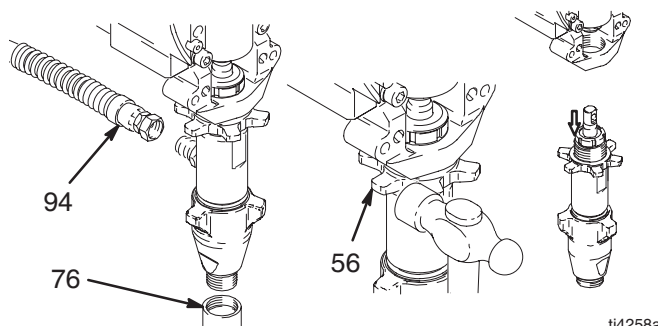

Рис. 9
5. Рис. 9. Снимите трубку всасывания (76), шланг (94), а также все шайбы и уплотнительные кольца.
6. Ослабьте контргайку насоса (56). Отверните насос.
5. Рис. 9. Установите шайбы, уплотнительные кольца, трубку всасывания (76) и шланг (94).